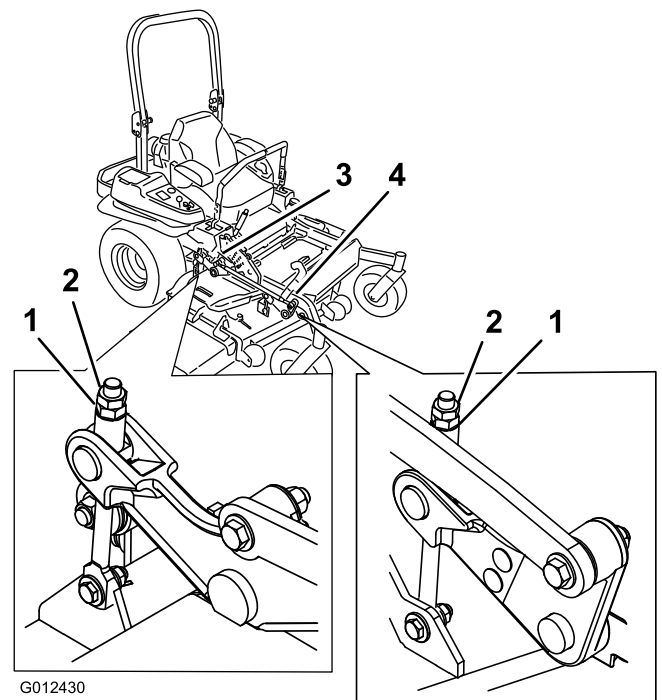

**Bild 92**
- 9. Messen Sie an beiden Seiten des Mähwerks den Abstand von der ebenen Fläche bis zur vorderen Messerspitze (Stellung A). Der Wert muss mindestens 7,6 cm betragen (Bild 92).
15. Messen Sie an beiden Seiten des Mähwerks den Abstand von der ebenen Fläche bis zur hinteren Messerspitze (Stellung B). Der Wert muss mindestens 8,3 cm betragen (Bild 92).